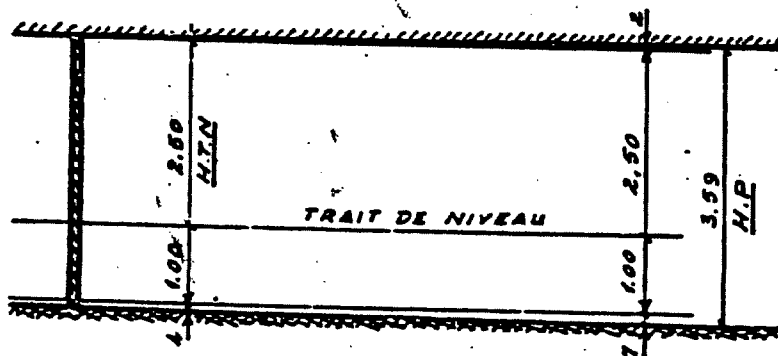

Fig. 4
- Les hauteurs, en général sont prises en partant d'un trait de niveau, situé à 1,00 m du sol fini, ce qui donne directement les différences de niveau du sol ou du plafond (Fig. 4).